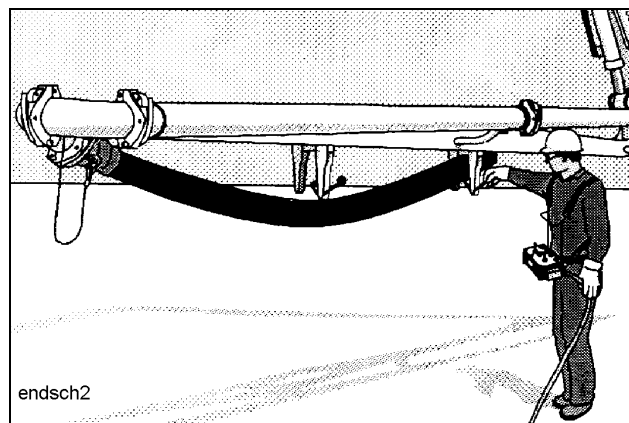

Fig. 1
- Ponga el elemento 4 cerca del suelo en una posición horizontal y desenganche el tubo flexible final (Fig. 1).